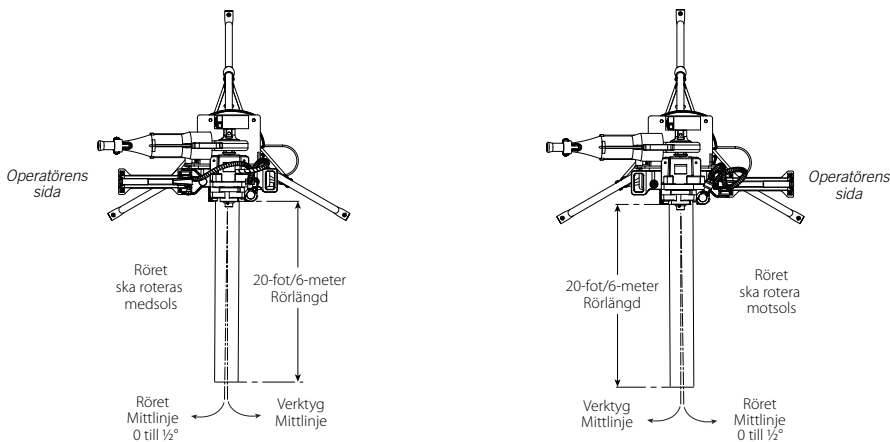

BILD 2: SPÅRNINGSVINKEL
ANMÄRKNING: Det är viktigt att avtryckarspärrens flik trycker ner avtryckaren så att den nedre rullen roterar bort från operatören sett ovanifrån. (Se bild 2 på sidan 20 för ytterligare information).
4. Tryck ner säkerhetsfotbrytaren. Kontrollera att den nedre rullen roterar bort från operatören när du står framför verktyget. (Se bild 2 på sidan 20 för mer information.) Om den nedre rullen roterar mot operatören ska rotationsringen vändas enligt anvisningen i steg 7. Ta bort foten från säkerhetsfotbrytaren.
2. Håll röret rakt och vinkelrätt till den nedre rullens fläns. Röret kan justeras upp till $\frac{1}{2}^\circ$ från mittpunkten om den inledande uppställningen inte ger en tillräcklig spårning (se bild 2). När uppflåsningen är för stor ska en spårning från höger till vänster hållas på det minimala.
6. Placera rörstativet ungefär 0 till $\frac{1}{2}^\circ$ till vänster för spårningsvinkeln. Se bild 2.